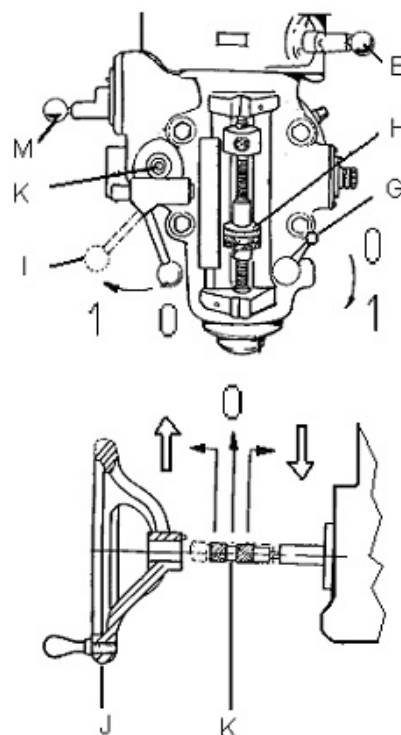

Рис.6
Маховик точной регулировки пиноли (J, рис. 6) вы можете активизировать посредством рычага (I) Вкл/Выкл подачи при сверлении. Тяговая/нажимная кнопка подачи при сверлении (K) должна при этом находиться в нейтральном (среднем) положении.